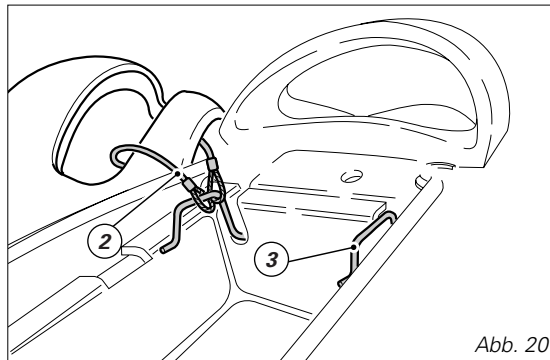

Abb. 20
Im hinteren Sitzbankteil, d.h. im Stauraum, befindet sich der Helmbefestigungsgurt (2) (siehe Seite 39). Das Ende dieses Gurts durch den Helm ziehen und in einen der beiden Haken (3) einhängen. Den Helm heraushängen lassen (Abb. 20) und zur Befestigung die Sitzbank montieren.